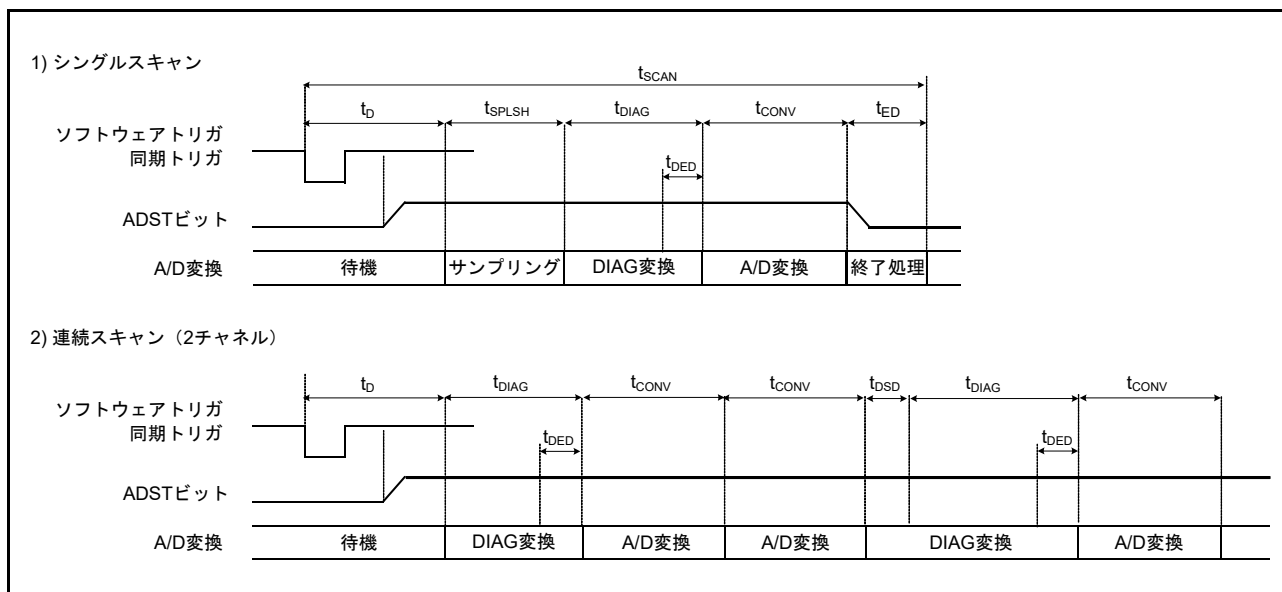
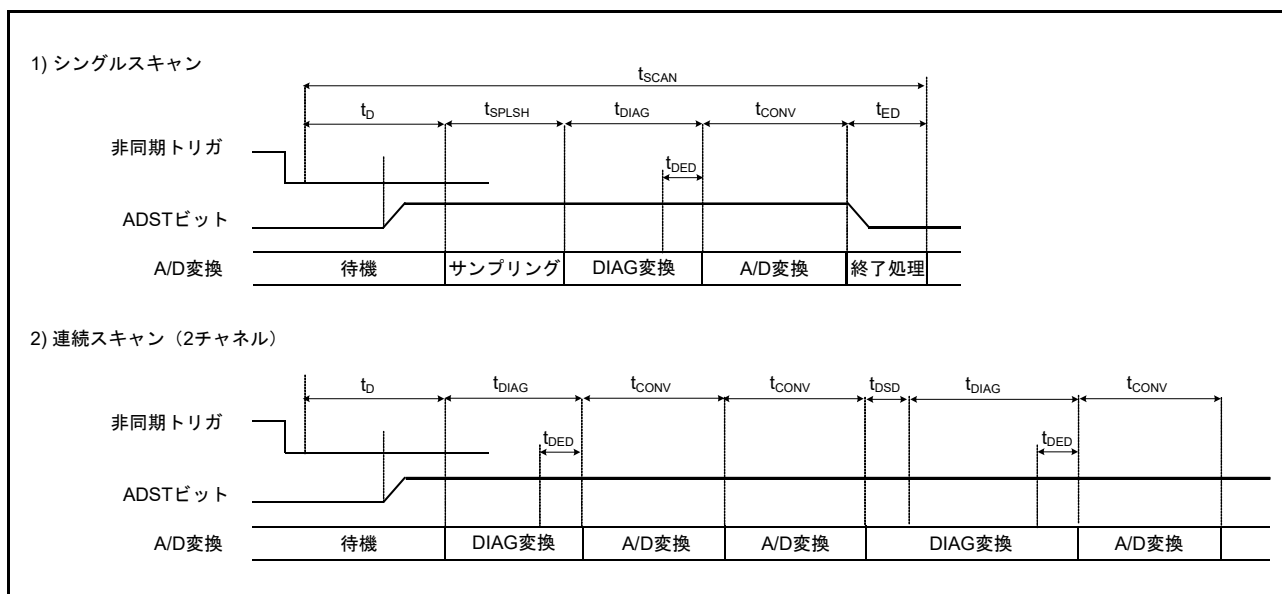

図 45.34 スキャン変換のタイミング (ソフトウェア起動または同期トリガ入力 (ELC) 起動の場合)
図 45.35 スキャン変換のタイミング (非同期トリガ入力 (ADTRG0) 起動の場合)
図 45.34 に、ソフトウェアトリガと同期トリガ (ELC) 起動によるスキャン変換を行う場合のタイミングを示します。また、図 45.35 に、非同期トリガ (ADTRGn) 起動によるスキャン変換を行う場合のタイミングを示します。スキャン変換時間 ( $t_{SCAN}$ ) は、スキャン変換開始遅延 ( $t_D$ )、チャンネル専用サンプル&ホールド回路処理時間 ( $t_{SPLSH}$ ) (注 1)、断線検出アシスト処理時間 ( $t_{DIS}$ ) (注 2)、自己診断変換時間 ( $t_{DIAG}$ ) (注 3)、A/D 変換処理時間 ( $t_{CONV}$  および  $t_{DSD}$ )、チャンネル専用サンプル&ホールド回路終了処理時間 ( $t_{SHED}$ ) (注 4)、スキャン変換終了遅延 ( $t_{ED}$ ) を含めた時間となります。
- 注 1. tD、tSPLSH、tDIAG、tCONV、tED の各タイミングについては、図 45.34 および図 45.35 を参照してください。